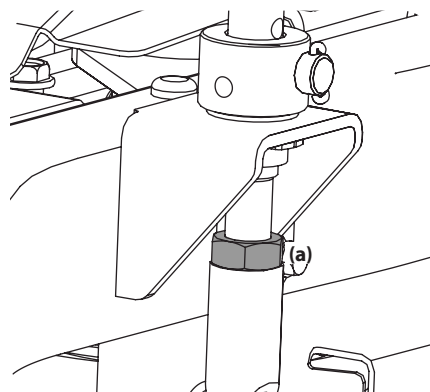

Figure 4-8
3. Le plateau de coupe est doté de quatre points de réglage. Il y a un boulon de réglage sur chaque tige. Voir Figure 4-8. Utilisez les quatre boulons de réglage (a) pour régler la hauteur du plateau de coupe jusqu'à ce que la hauteur des deux côtés est égale.
1. Utilisez les quatre boulons de réglage (a) pour régler la hauteur du plateau de coupe jusqu'à ce que l'avant soit de $\frac{1}{4}$ à $\frac{3}{8}$ pouce plus bas que l'arrière. Voir Figure 4-8.